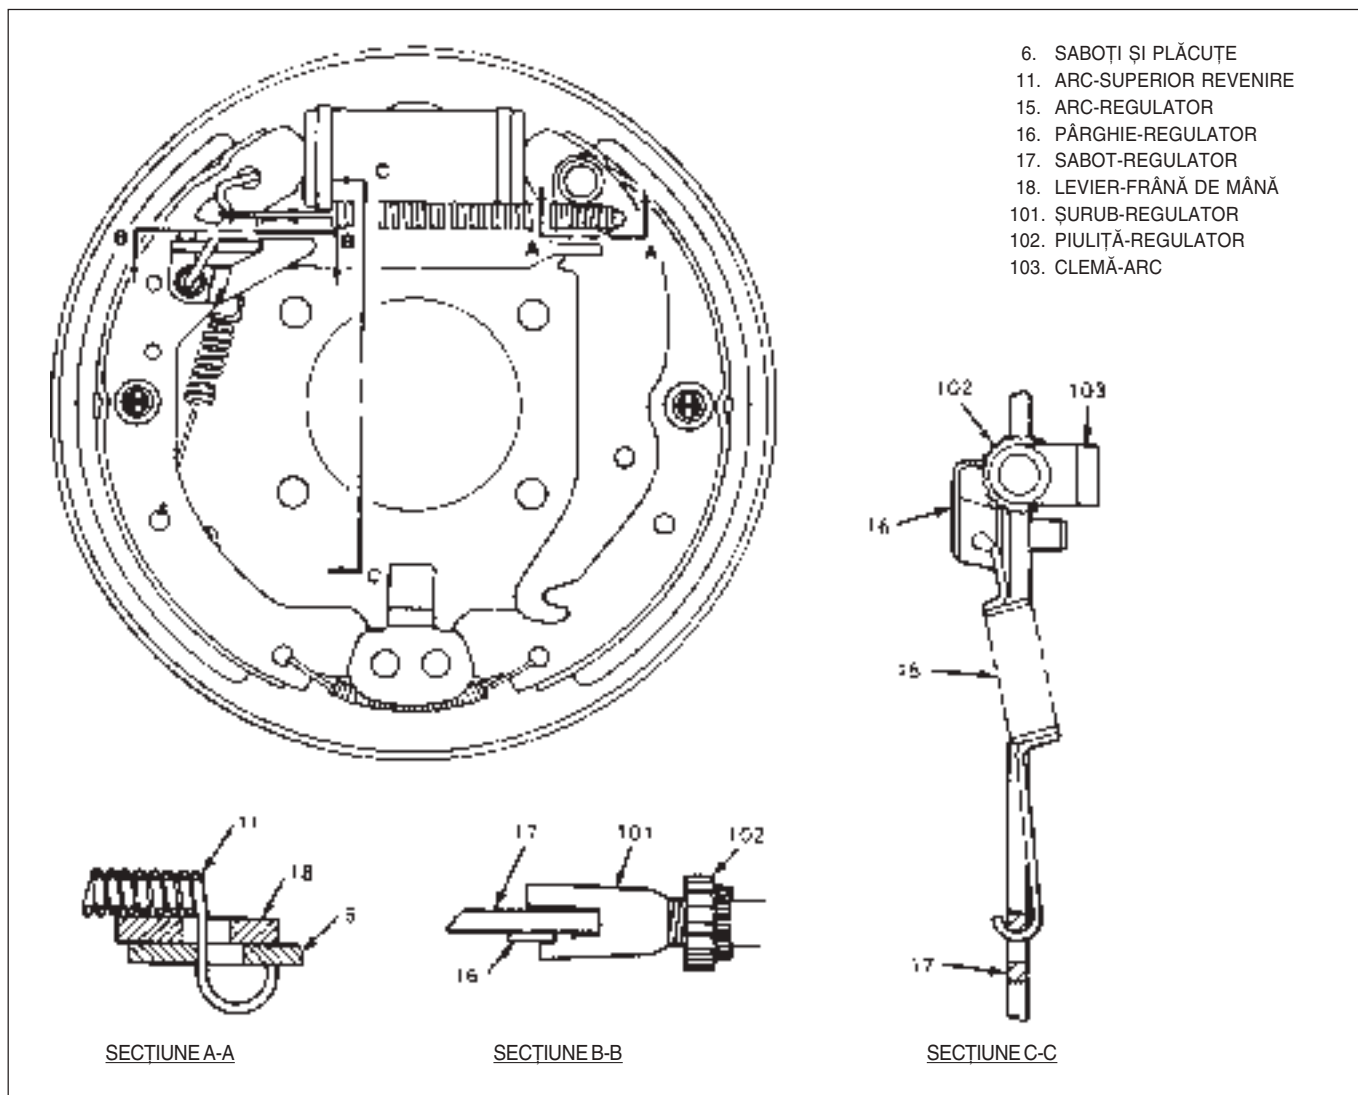

Fig. 4 Vederi speciale ale ansamblului frânei
- Nu supraîntindeți arcul inferior de revenire (12).
- 6) Ansamblul regulator (14).
- Se notează poziția regulatorului de la demontare, vezi Fig. 4.
- Se pune clema arcului (103) spre platoul spate (4).
- 7) Pârghia (16) a regulatorului pe știft și arcul (15).